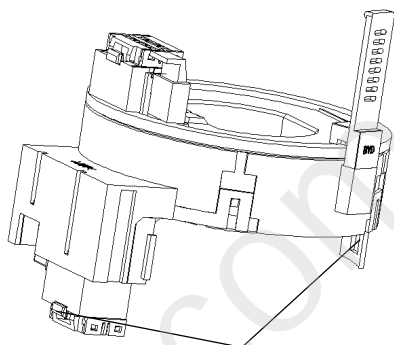

图 5.2-8
7) 拆下时钟弹簧总成。注意：时钟弹簧靠一个塑料孔和一个塑料卡与组合开关连接，先将塑料孔撬出，再按下组合开关上的安装孔，拉出塑料卡。结构如图5.2-8所示。